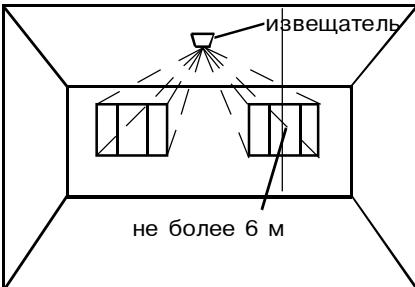
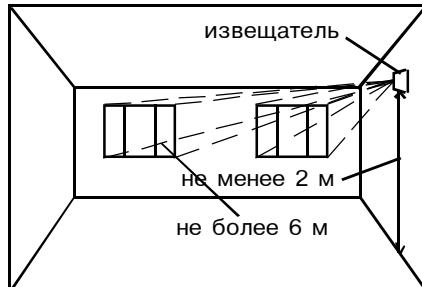
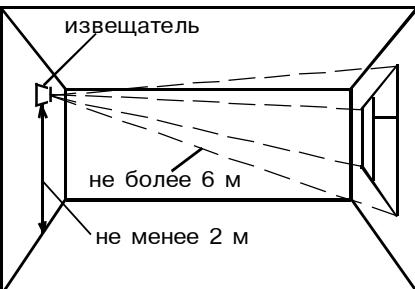
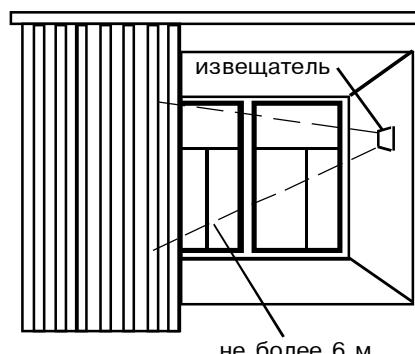

Рис. 30 Установка на потолке
Рис. 31 Установка на боковой стене
Рис. 32 Установка на противоположной стене
Рис. 34 Установка между стеклом и занавесями (жалюзи)
- допускается установка извещателя на любой из боковых (рис. 31) или противоположной (рис. 32) стене, а также на потолке помещения (рис. 30 и 33) или в простенке между охраняемым стеклом и занавесями (рис.34);